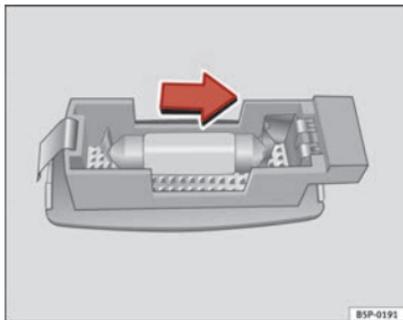

Fig. 179 Desmontagem da luz da pala de sol
- Retire a luz com cuidado, utilizando a parte plana de uma chave de fendas, tal como indica a figura ⇒ Fig. 179.
- Retirar a lâmpada, movendo-a no sentido da seta e para fora ⇒ Fig. 179.